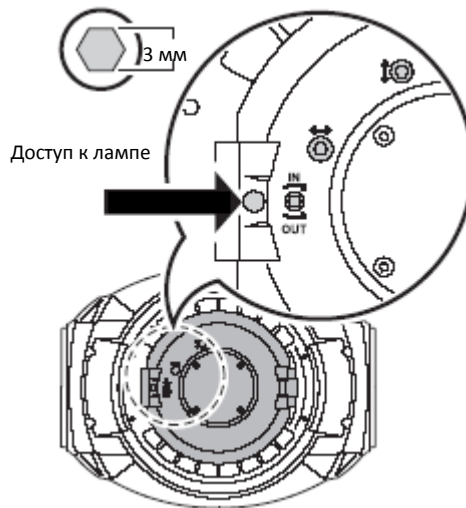

Рисунок 3. Винты регулировки лампы
4. См. рисунок 3. Поворачивайте три регулировочных винта в нужную сторону для получения наиболее равномерного луча.